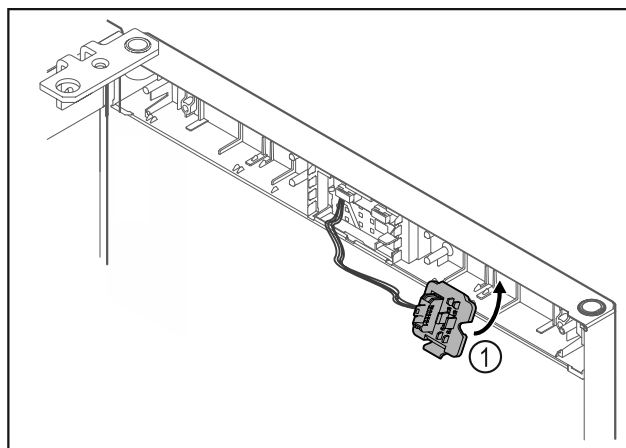

Fig. 21
- ▶ Fikseerige pistikuhoidik Fig. 21 (1) vastasküljel.